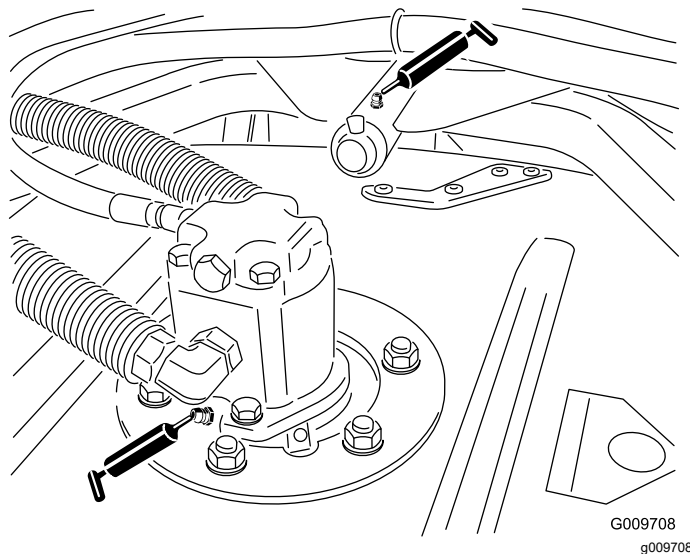

Figura 54
- Cuscinetti dell'asse del fusello dell'apparato di taglio (2 per apparato di taglio) come illustrato nella Figura 54
- Boccole del braccio portante dell'apparato di taglio (1 per apparato di taglio) come illustrato nella Figura 54